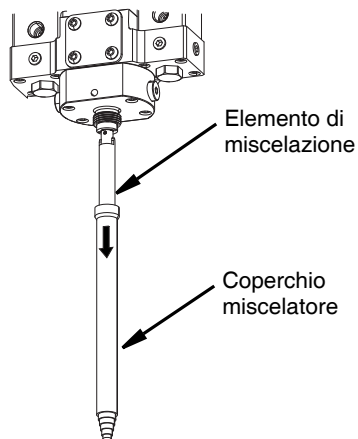

FIG. 21
5. Allontanare il coperchio del miscelatore dagli elementi di miscelazione facendolo scorrere. Vedere FIG. 21.